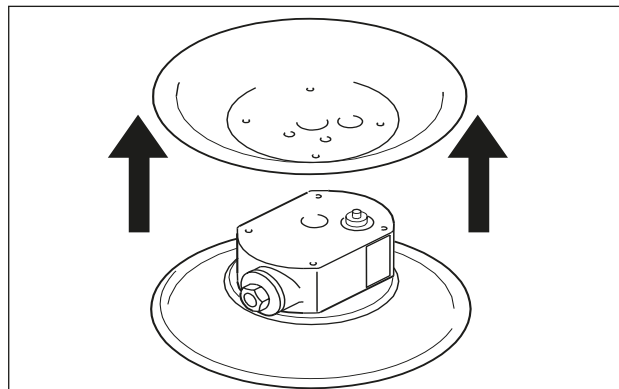

Fig. 13 Démontage des chambres côté air
- Dévisser les chambres côté air du bloc central (seulement sur les pompes métalliques, exception : pompes à membranes DB, DH) (fig. 13).